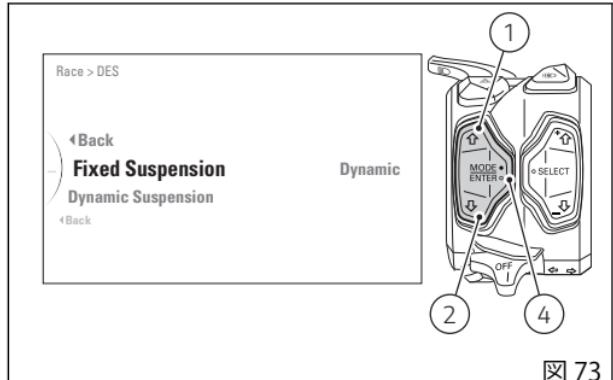
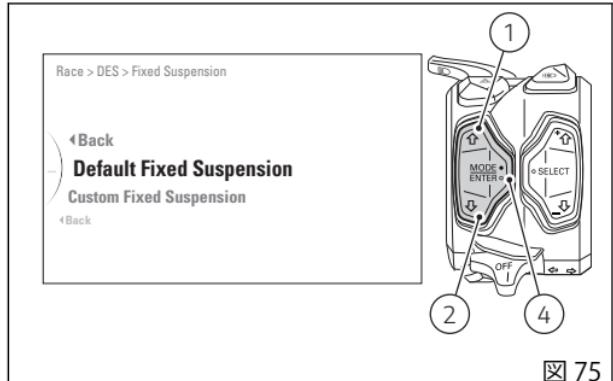

図 73
図 75
- FIXED コントロールをカスタマイズすることができます。ボタン(1)と(2)で "Fixed Suspension" (図 73) を選択し、ボタン(4)を押してサブメニューに入ります。この時点で、ボタン(1)と(2)で "Custom Fixed Suspension" (図 75) を選択し、ボタン(4)を押してカスタマイズメニューに入ります("クリック固定コントロール(FIXED)"を参照してください)。
- FIXED コントロールを設定することができます。ボタン(1)と(2)で“Fixed Suspension”(図73)を選択し、ボタン(4)を押してサブメニューに入ります。この時点で、ボタン(1)と(2)で“Default Fixed Suspension”(図75)を選択し、ボタン(4)を押します。